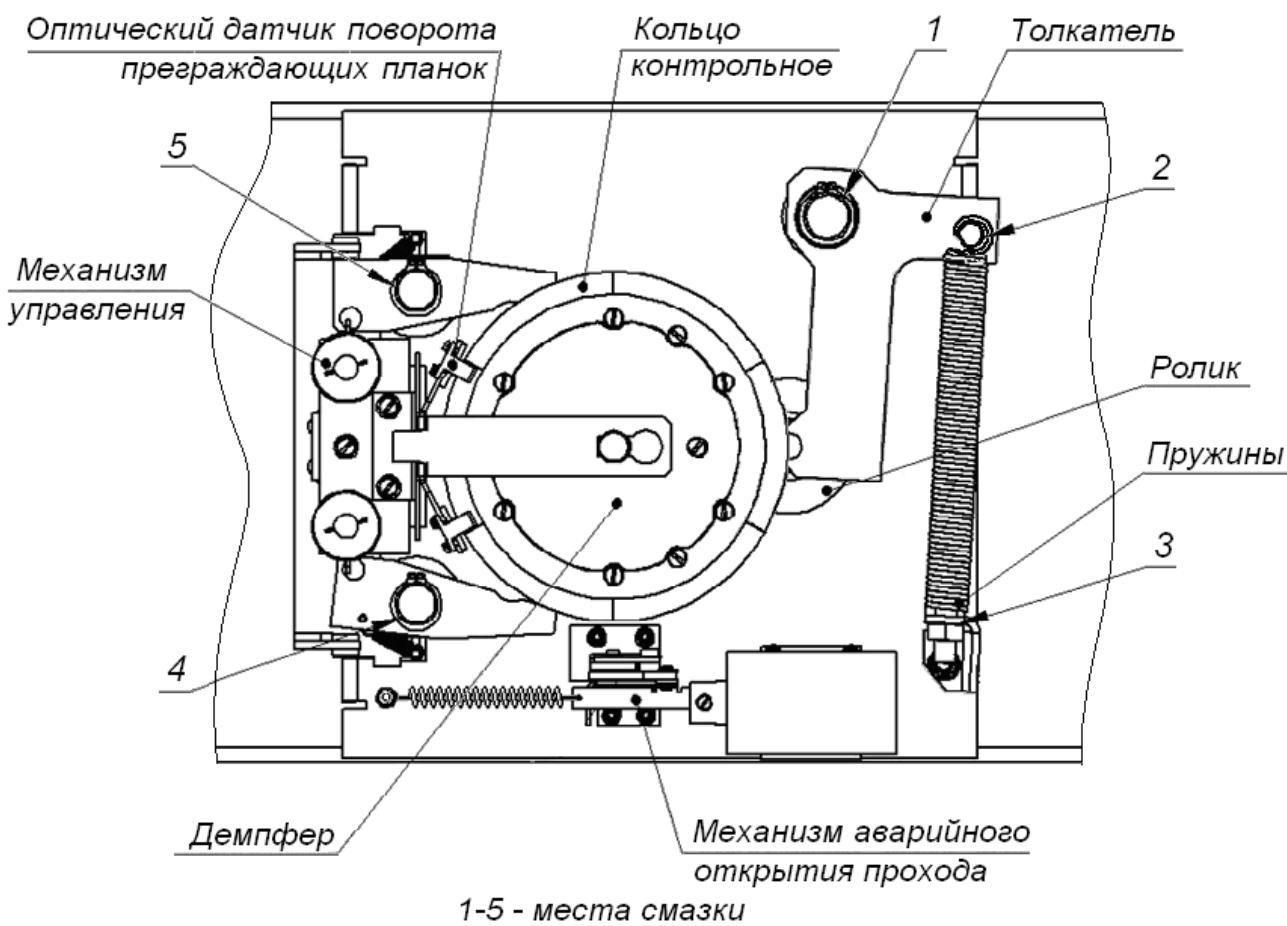

Рисунок 13. Расположение внутренних деталей и узлов стойки ЭП
4. Снимите крышку (3) в порядке, указанном в разд. 6 и положите ее на ровную устойчивую поверхность.
5. Осмотрите устройство поворота (толкатель, пружины и ролик), оптические датчики поворота преграждающих планок и демпфирующее устройство (см. рис. 13).
- смазкой **Chain and Rope Lube Spray - WEICON** оси вращения рычага толкателя (1, рис. 13) ролика и стопоров (4, 5, рис. 13);
- смазкой ШРУС-4 точки крепления пружин доворота (2, 3, рис. 13),
9. Проверьте крепление преграждающих планок (4) в шарнирных узлах турникета и, при необходимости, подтяните крепежные винты.